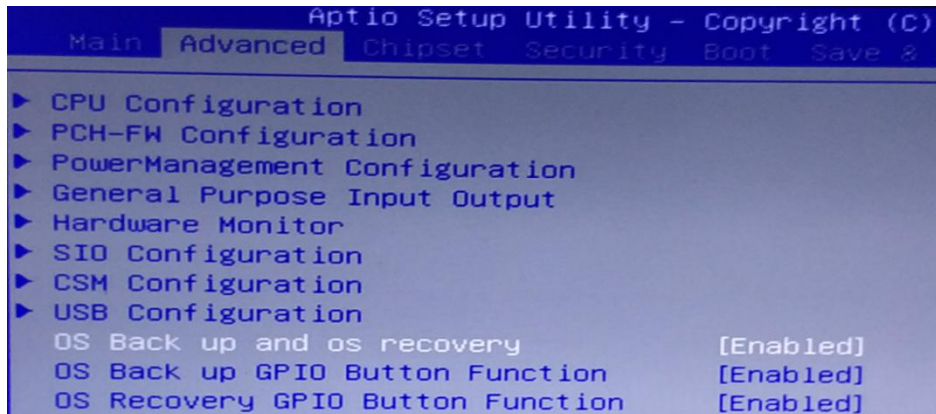

图 1 操作界面
(1) 检查工作：① 由于备份及还原操作过程中机器均不能外接存储设备，在操作之前务必先检查确认 USB 接口未连接外部存储设备，如 U 盘等，否则备份还原会出现错误；② 保证硬盘内存容量大小不小于 64G;
(2) 按电源键开机或上电开机后，连续重复按键盘上的 delete 键，就能进入备份操作界面（如图 1 所示）；
(1) 检查工作：① 由于备份及还原操作过程中机器均不能外接存储设备，在操作之前务必先检查确认 USB 接口未连接外部存储设备，如 U 盘等，否则备份还原会出现错误；② 保证硬盘内存容量大小不小于 64G；